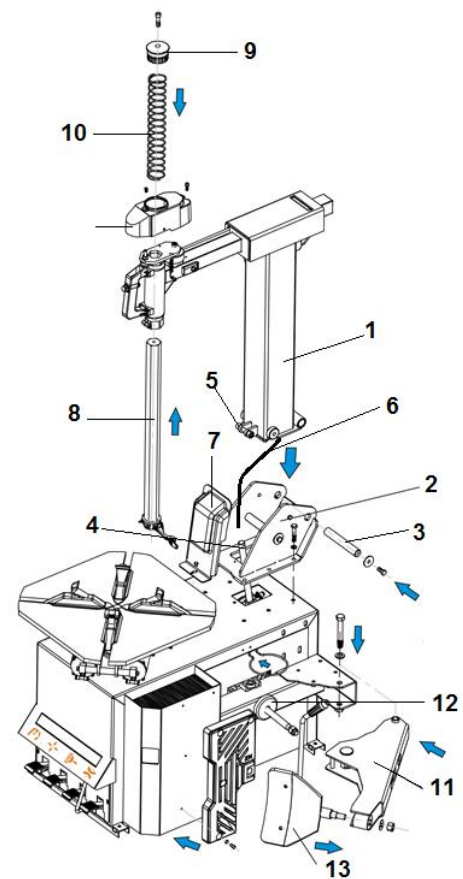

Abb. 4
- Heben Sie die Säule (1, Abb. 4) an Ort und Stelle in den quadratischen Ausschnitt (2, Abb. 4). Die Säule ist sehr schwer und unhandlich, wir raten Ihnen folgende 2 Möglichkeiten: Heben Sie die Säule mit Hilfe von einem Hebegürtel welcher den Europäischen Standard entspricht und zum Heben des Gewichtes der Säule geeignet ist. Heben Sie die Säule mit einer zweiten Person. Da es sich um ein sehr schweres Gewicht handelt raten wir Ihnen diese mit geradem Rücken und geknickten Knien zu heben damit Ihr Rücken so viel wie möglich entlastet wird.
- Führen Sie den Luftschlauch (6, Abb.4) der Säule durch das Loch in der Maschine hinter dem Stift (L) (Abb. 5) Bitte beachten Sie dass der Luftschlauch nirgendwo klemmt oder eingeklemmt ist!
- Entfernen Sie die Platte, an der Seite der Maschine, und verbinden Sie den Luftschlauch. (6, Abb.4=1, Abb.6) mit dem Luft-Regler (3, Abb.6). Zu diesem Zweck führen Sie den Luftschlauch in die Kupplung. (2, Abb.6) Versichern Sie sich ob beide Teile fest mit einander verbunden sind!